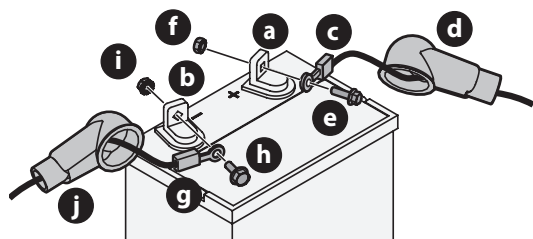

Fig. 21
NOTE : la borne positive de la batterie est identifiée par POS (+). La borne négative de la batterie est identifiée par NEG (-) (Fig. 21).
3. Faites glisser la gaine noire (j) de la borne négative de la batterie (b) et retirez le boulon (h) et l'écrou hexagonal (i) qui fixent le câble noir (g) à la borne négative de la batterie (b). Éloignez le câble de la borne négative de la batterie (Fig. 21).
4. Faites glisser la gaine rouge (d) de la borne positive de la batterie et retirez le boulon (e) et l'écrou hexagonal (f) qui fixent le câble rouge (c) à la borne positive de la batterie (a) (Fig. 21).